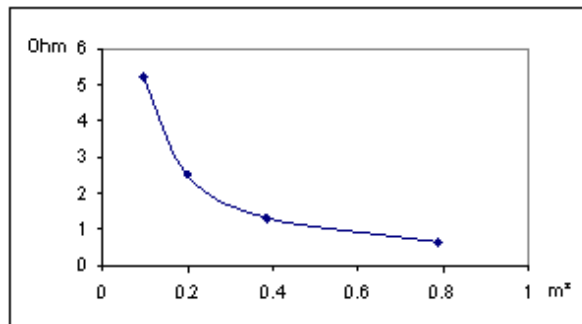

Fig. 2: A resistência como função da área da seção transversal
- Trace o gráfico da resistência em função da área da seção transversal (ver fig. 2).